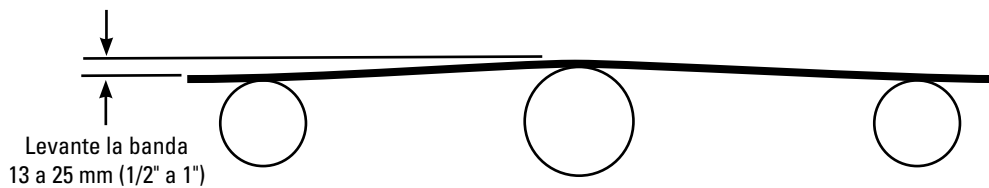

Fig. 5
- Determine la altura o caída del rodillo del rodillo principal y del rodillo de alineación.** Con los soportes de montaje ajustables modifique la altura de la unidad para permitir una elevación de 13 a 25 mm (1/2" a 1") en la banda (Fig. 5). Levantar la banda a una posición más alta restringe el movimiento de pivote/inclinación.